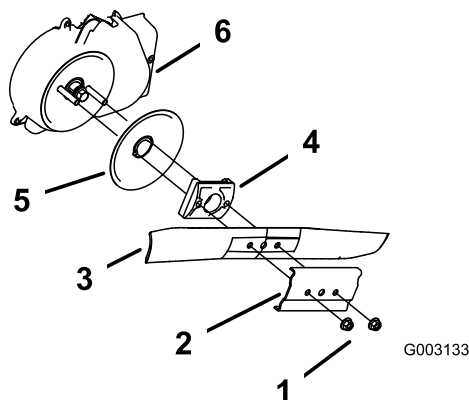

Figure 48
3. Retirez les 2 écrous de la lame et le renfort (Figure 48).
4. Déposez la lame (Figure 48).
5. Déposez le dispositif d'entraînement de la lame et le disque anti-scalp (Figure 48).
6. Déposez la protection du système d'arrêt de la lame (Figure 48).
10. Reposez la lame et le renfort au moyen des 2 écrous de lame retirés précédemment (Figure 48).